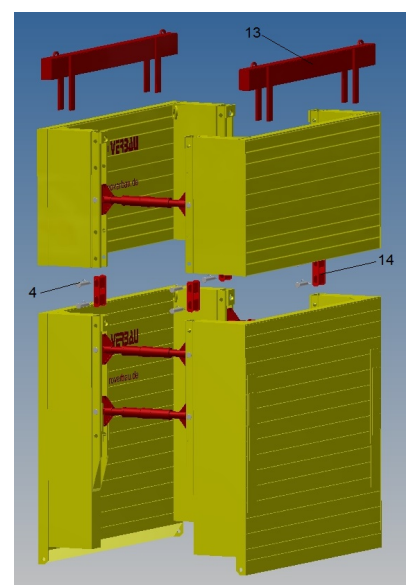

Bild 3
- Sollte die Grabentiefe die Boxenhöhe überschreiten, so kann die Verbautiefe bei Bedarf mit den Aufsatzboxen erhöht werden (Bild 3). Diese werden mit Verbindungsrungen (14) über Steckbolzen (4) d = 43 mm mit den Führungspfosten verbunden und mit Federsteckern gesichert. Nun kann ein weiteres Ausheben und Nachdrücken, wie in 5.2 c) beschrieben, erfolgen.